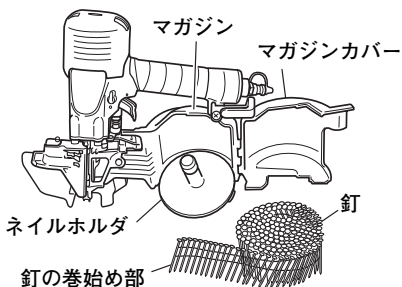

図 10
- 釘をマガジン内に入れます。このとき、釘の巻始め部をあらかじめ引き出してから入れますと、次の作業が簡単になります。(図10)
(2) 釘ガイド内に釘を装てんする